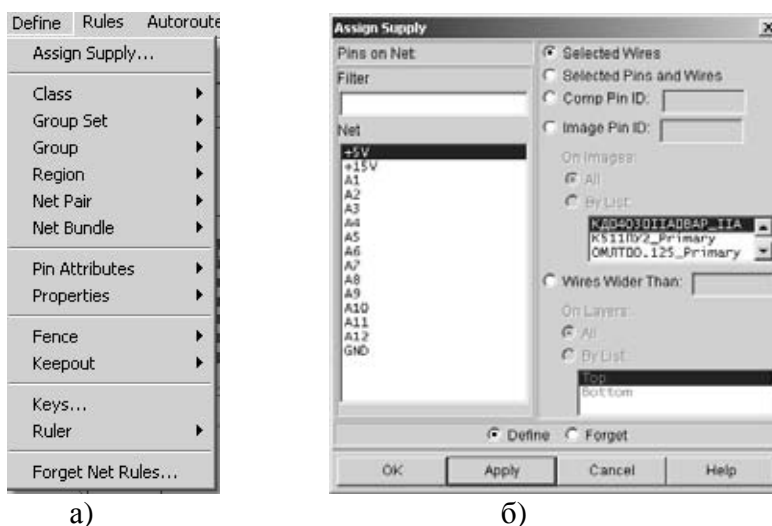

Рис. 9.6.3
1. Перед трассировкой необходимо задать основные правила разводки соединений. Для того использовать команды меню **Define** (Установка значений) (рис.9.6.3,а). Командой **Assign Supply** (Назначение в состав шины питания) открыть одноименное окно, в котором назначить проводники или выводы в состав шины питания (рис.9.6.3,б). Это +5в, +15в и цепь земли – GND.